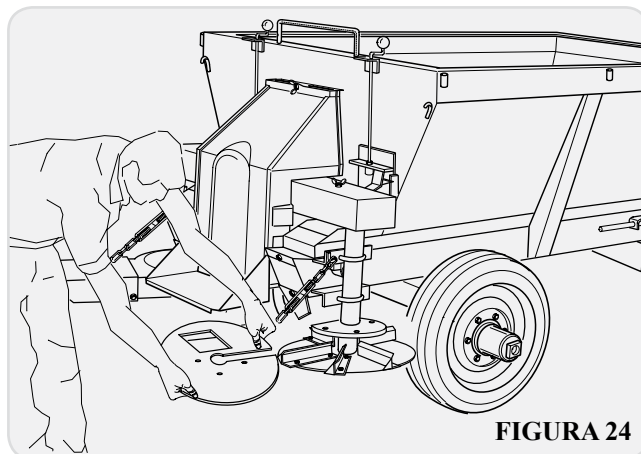

FIGURA 24
Em seguida retira-se o suporte chapéu (FIGURA 24).
- Retire os 4 parafusos, faça conforme a FIGURA 24.